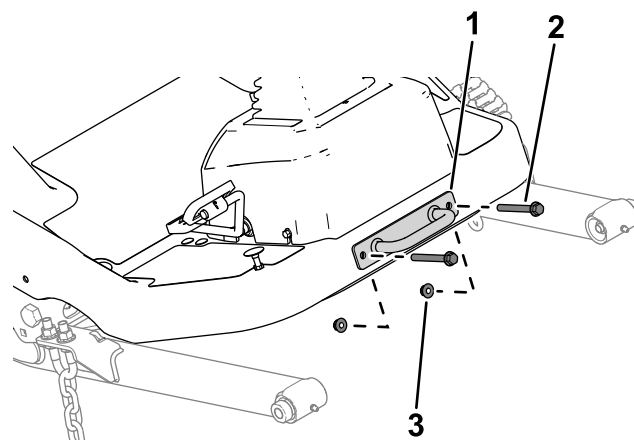

Figure 11
1. Déposez le support d'attache de la plate-forme (Figure 11).